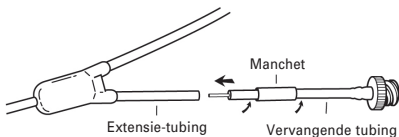

Fig. 12
3. Het uiteinde van de vervangende tubing bevat een voorge-laden metalen canule. Breng de metalen canule met een draaiende beweging in de extensie-tubing totdat de vervan-gende tubing op ongeveer 2-3 mm van de extensie-tubing ligt (fig. 12).